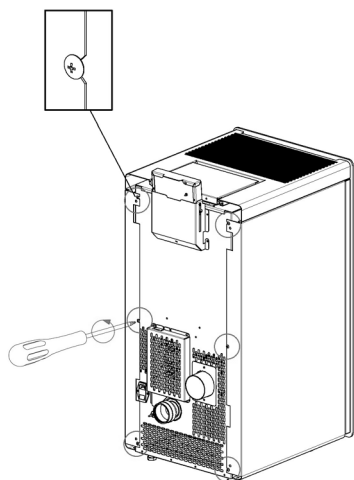

Fig. 69 - Poluzować śruby
- Poluzować 4 śruby tylne (patrz **Fig. 69**).
- Poluzować 6 śrub tylnych (patrz **Fig. 69**).